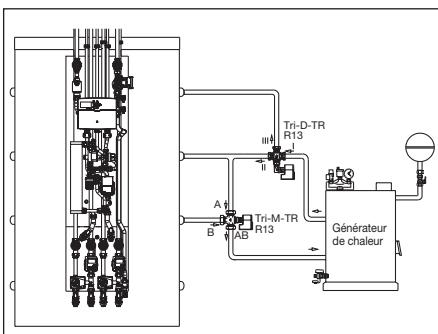

Fig. 5.5 Montage des moteurs
- Procéder au montage des moteurs (voir fig. 5.5).